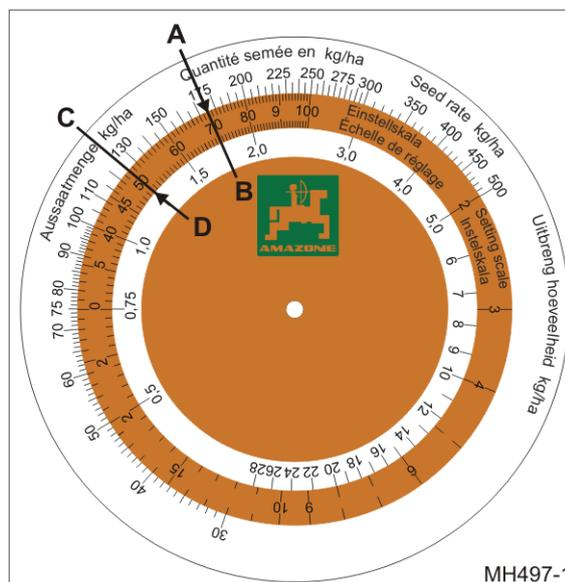

Fig. 176
175 kg/ha (Fig. 176/A)
- o Getriebe-Einstellwert 70 (Fig. 176/B).
125 kg/ha (Fig. 176/C)
- o Getriebe-Einstellwert 50 (Fig. 176/D).